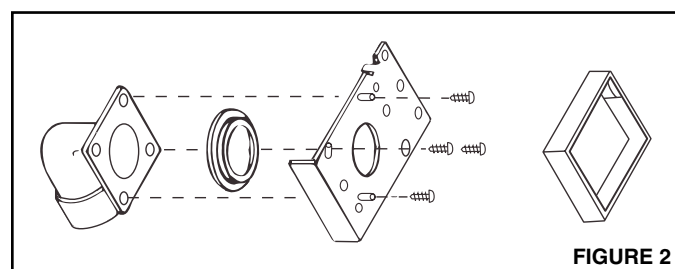

FIGURE 2
4. **Refer to Figure 2.** Remove cardboard from plaster guard frame. Using four (4) provided screws, attach the appropriate flanged fitting and inlet seal to back of inlet.
4. **Voir Figure 2.** Enlevez le carton du cadre de protection contre le plâtre. En utilisant les quatre (4) vis fournies, assemblez le raccord à bride approprié et la protection de prise à l'arrière de la prise.